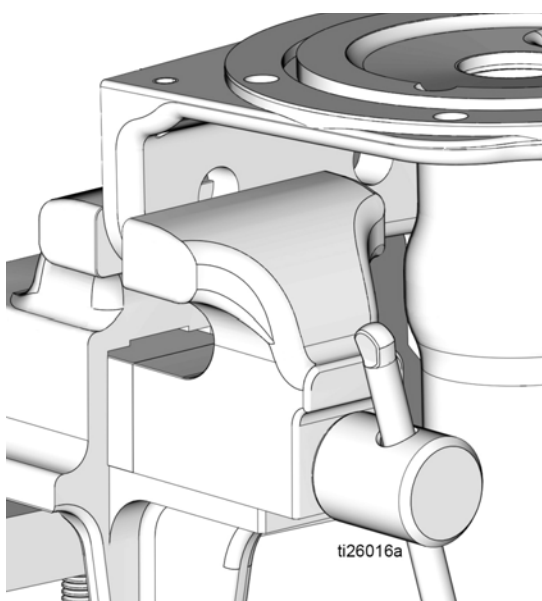

FIG. 30
1. Utiliser un chiffon propre pour essuyer la base de la pompe (1) et supprimer toute saleté ou tout contaminant. Examiner la surface et rechercher d'éventuels rayures ou dégâts. Si la base de la pompe est endommagée, remplacer la pompe.
2. Si nécessaire, remettre la base de la pompe (1) en place dans l'étau comme indiqué à la FIG. 30.